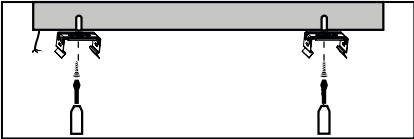

Рис. 1
- 5.11 Наметьте и просверлите по два отверстия для каждой монтажной скобы на поверхности стены или потолка по месту установки в соответствии с перфорацией монтажной скобы (рис. 1). Расстояние между скобами не должно превышать 3/4 от длины светильника.